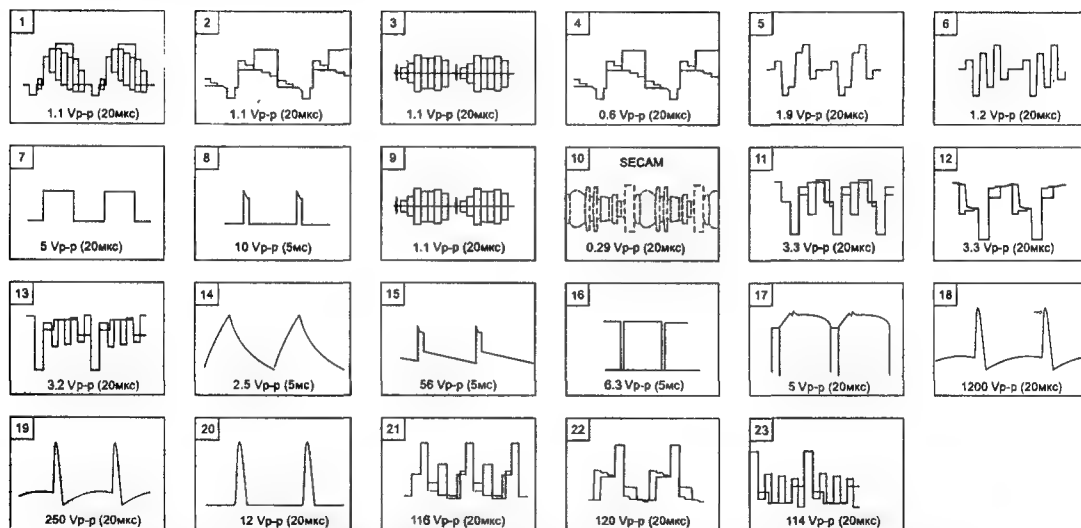

Рис. 4.24. Осциллограммы сигналов в контрольных точках схемы
- ♦ Если сигнал H OUT на выв. 6 IC601 (рис. 4.24, осц. 7) отсутствует, проверяют элементы: X501 (500 кГц), C504, C505. Если они исправны, отключают выв. 6 IC601 от схемы. Если сигнал H OUT на выв. 6 после этого не появится — заменяют IC601, если сигнал появится — определяют источник короткого замыкания в цепи сигнала H OUT и устраняют дефект.
- ♦ Если сигнал на коллекторе Q552 (рис. 4.24, осц. 18) отсутствует, проверяют элементы Q551, T551, R557, Q552, обмотку 9-10 T552, C555—C558. Если сигнал есть и соответствует осц. 18 (рис. 4.24), проверяют вторичные цепи TDKC T552, т.е. наличие напряжений Унак, Уфок, Ууск, Увыс, 200 В. Если одно из напряжений отсутствует — определяют причину и устраняют неисправность.
- ◆ Проверяют наличие сигнала V. DRIVE на выв. 64 IC601 (рис. 4.24, осц. 8) и его прохождения по цепи: конт. 4 A3/D3 → конт. 3 D9/X3 → выв. 13 IC701 → выв. 8 IC701 → выв. 4 IC452. Если на выв. 4 IC452 (рис. 4.24, осц. 14) сигнал есть, а на выв. 2 отсутствует (рис. 4.24, осц. 16), проверяют на обрыв кадровую ОС, элементы C454, R454, R462. Если они исправны — заменяют IC451.